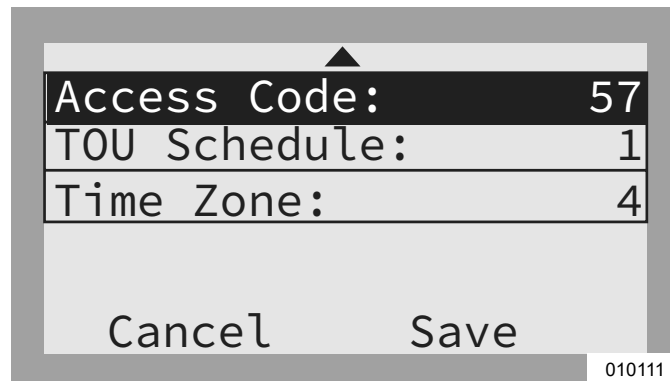

Figura 6-13. Configuración del programa TOU (3 de 4)
3. Consulte la Figura 6-13. Use las flechas hacia arriba y hacia abajo para resaltar Access Code (Código de acceso) y presione el botón central para seleccionar.